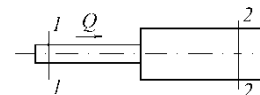

Рис. 3
- Определить потерю напора на внезапное расширение потока (рис. 3), если известны показания пьезометров $h_1 = 16$ см, $h_2 = 30$ см, диаметры $d_1 = 20$ мм, $d_2 = 50$ мм, расход $Q = 1$ л/с.